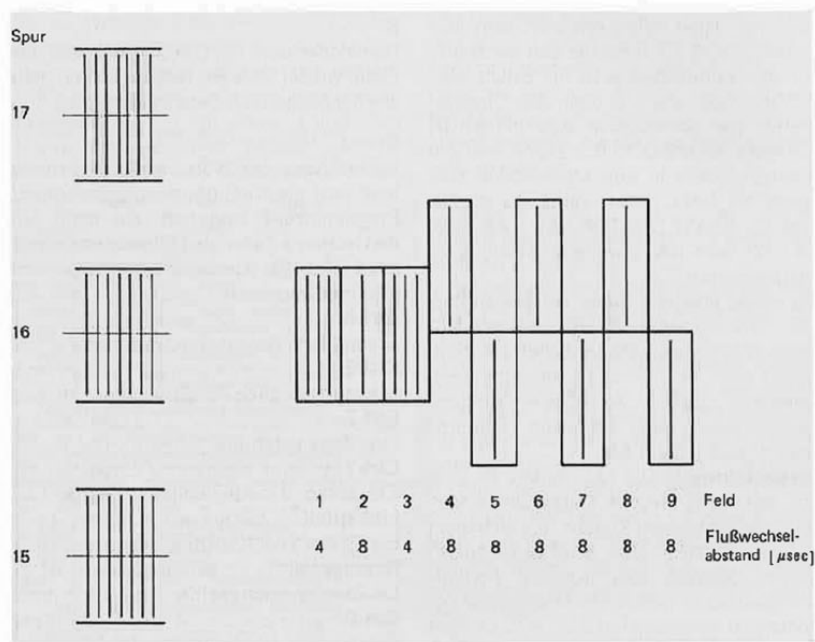
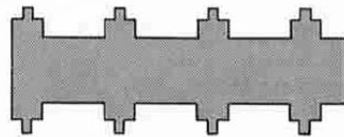
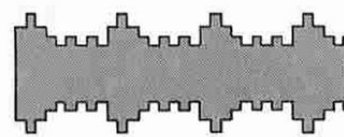
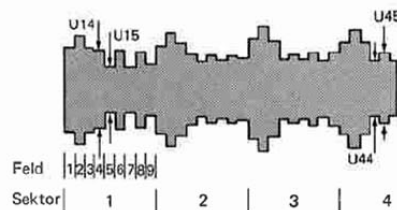

Bild 9: Spurjustagediskette-Aufzeichnungsformate
Bild 10: Ideale Spurposition
Bild 11: Spurabweichung
Bild 12: Spurposition – Oszillographenbild
Für die Spurjustage enthält die Justagediskette die in **Bild 9** gezeigte Aufzeichnung. Links im Bild ist die Sollspurlage für die Spuren 15, 16 und 17 gezeigt, rechts daneben das Aufzeichnungsformat eines
\* Zu den Feldern siehe Bild 12 auf Seite 18.
**Bild 10** zeigt den Idealfall, daß der Lesekopf genau auf der vorgeschriebenen Spurposition (Spur 16) steht. Das Lesesignal in Feld 2 hat die größte Amplitude, da die Aufzeichnung mit 8 µsec Flußwechselabstand erfolgt ist und der Lesekopf die geschriebene Spurbreite von Feld 2 voll erfaßt. Die Amplitude der Felder 1 und 3 ist etwas geringer, da in diesen Feldern die Aufzeichnung mit 4 µsec Flußwechselabstand erfolgt ist. In den Feldern 4 bis 9 ist die Amplitude in allen Feldern gleich groß, aber nur genau halb so groß wie die Amplitude in Feld 2. Dies kommt daher, daß diese Felder bei der Aufzeichnung um eine halbe Spurbreite versetzt aufgezeichnet wurden, und der Lesekopf daher nur jeweils die halbe Spurbreite erfaßt.
**Bild 11** zeigt das Lesesignal, wenn der Lesekopf nicht genau auf der vorgeschriebenen Spurposition steht. In diesem Fall hat der Lesekopf eine Spurabweichung von 20 µm, was 40% des maximal zulässigen Fehlers entspricht. Wenn man Bild 9 betrachtet und sich vorstellt, daß der Lesekopf von Spur 16 aus etwas nach oben (in Richtung zur Spur 17) verschoben wird, so ist klar, daß der Lesekopf einen größeren Anteil der geraden Felder (4, 6, 8) und dagegen einen kleineren Anteil der ungeraden Felder (5, 7, 9) erfaßt. Entsprechend steigt in Bild 11 die Lesesignalamplitude der geraden Felder gegenüber Bild 10, während die Lesesignalamplitude der ungeraden Felder sinkt.
Das Laufwerk kann jetzt ausgeschaltet und die Justage-Diskette eingelegt werden. Nach Wiedereinschalten des Laufwerks und erneutem J-Befehl muß der Oszillograph einen dem Bild 10 oder Bild 11 ähnlichen Signalverlauf zeigen. Da normalerweise kein Strom durch den Schrittmotor fließt, wird der Schreib-/Lesekopf nicht in seiner Position festgehalten, und man kann durch vorsichtiges Drehen an der Spiralscheibe den Kopf in unterschiedliche Positionen bringen.
Vor Beginn der Messung muß zunächst der Kopf wieder mit dem Schrittmotor auf eine definierte Position gebracht werden, falls er von Hand verschoben wurde. Dazu wird am besten der Kopf zuerst mit dem 0-Befehl auf Spur 0 und dann mit dem P-Befehl wieder auf Spur 16 positioniert. Wenn der Kopf auf der richtigen Position steht und der Trigger mit dem J-Befehl wieder eingeschaltet wurde, muß der Oszillograph richtig eingestellt werden. Die Zeitablenkung sollte jetzt auf 10 msec eingestellt werden und mit der variablen Zeitbasis so, daß – wie in Bild 12 gezeigt – ca. 3 1/2 Sektoren auf dem Schirm sichtbar sind. Dadurch wird erreicht, daß der Oszillograph bei jeder Umdrehung getriggert wird, was ein besseres Bild zur Folge hat.
Danach werden aus dem Schirmbild die in **Bild 12** markierten Amplitudenwerte U14 und U15 (Sektor 1 Feld 4 und 5) durcheinander geteilt. Ein Wert zwischen 0,5 und 2 – das entspricht einer Spurbewegung von maximal 50 µm – bildet die Toleranzgrenze für die Spurlage.
Die Überprüfung der Spurlage wird etwas schwieriger, wenn nicht – wie in Bild 11 gezeigt – das Verhältnis zwischen geraden und ungeraden Feldern in allen Sektoren gleich ist. Bild 12 zeigt einen solchen Fall, bei dem sich das Verhältnis von Feld zu Feld ändert. Dies kommt daher, daß die Diskette nicht genau konzentrisch eingespannt war (30 µm Exzentrizität und 5 µm Abweichung). Eine Exzentrizität kann auftreten, wenn das Innenloch der Diskette etwas größer als die Aufnahme des Laufwerks ist, wenn die Diskette bei der Einspannung nicht genau zentriert wird oder wenn die Spindel des Laufwerks nicht exakt rund läuft. Wenn dies der Fall ist, sollte man zunächst versuchen, durch mehrmaliges Öffnen und Schließen der Frontklappe (ggf. bei laufendem Motor) eine konzentrische Einspannung der Diskette zu erreichen.